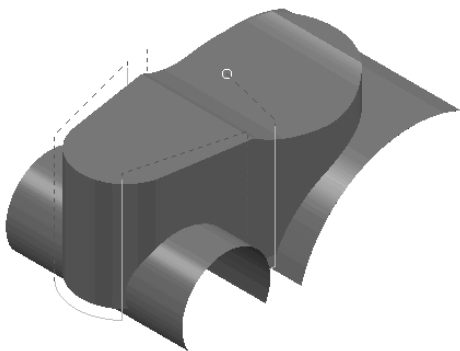

图 2-211 底部
- 【底部】: 根据已选曲面的底部边缘轮廓生成刀具路径, 当底部边缘轮廓被其他曲面所挡住时, 则取决于“避免过切”选项中的参数设置。如图 2-211 所示为避免过切策略设置为“提起”的状态。